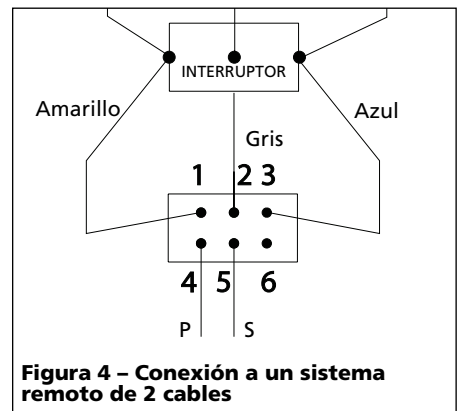

Figura 4 – Conexión a un sistema remoto de 2 cables
3. Vea la figura 4 para el diagrama de cableado con el sistema remoto de 2 cables